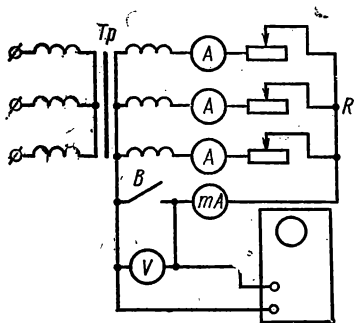

Рис. 2.72
2. Если к несинусоидальной системе э. д. с. подключить симметричную нагрузку, соединенную в звезду без нейтрального провода (рис. 2.72), то ни линейные, ни фазные напряжения потребителя не будут содержать гармоник, кратных трем, поэтому и линейные, и фазные токи потребителя также не содержат этих гармоник.
3. Собрать цепь (см. рис. 2.72) и показать ее преподавателю для проверки.